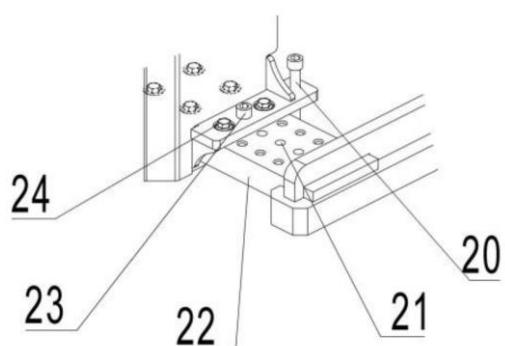

Рис.15: Регулировка опорных вил
внимание, что количество установочных пазов (21), выставляемых на каждой стороне ног штабелера, должно быть одинаковым. (Как показано на рис. 15, если одна сторона имеет 3 установочных паза (21), с другой стороны также должно быть 3).
- Вращайте по часовой стрелке опору (20) до тех пор, пока штабелер не поддомкратится.
- Открутите установочный болт (23) и фиксирующий болт (24). Примечание: болты (24) также расположены внутри аккумуляторного отсека.
- Отрегулируйте опору (22) так, чтобы установочный болт (23) попал в установочный паз (21).
При регулировке опорных вил, пожалуйста, обратите внимание, что количество установочных пазов (21), выставляемых на каждой стороне ног штабелера, должно быть одинаковым. (Как показано на рис. 15, если одна сторона имеет 3 установочных паза (21), с другой стороны также должно быть 3).
- Надежно закрутите установочный болт (23) и фиксирующий болт (24) снаружи и внутри аккумуляторного отсека.